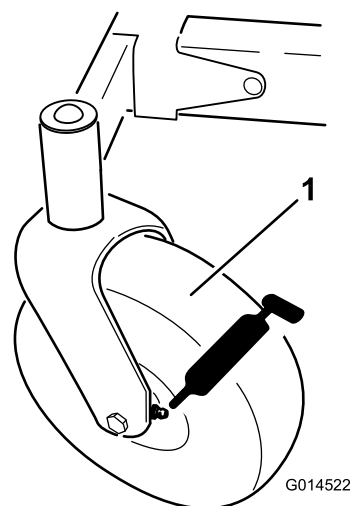
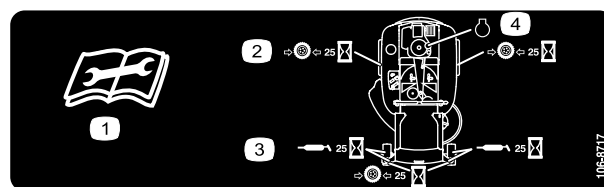

Figure 29
Figure 30
3. Nettoyez les graisseurs (Figure 29 et Figure 30) à l'aide d'un chiffon. Grattez la peinture qui pourrait se trouver sur le devant des graisseurs.
4. Raccordez une pompe à graisse à chaque graisseur (Figure 29 et Figure 30). Injectez de la graisse dans les graisseurs jusqu'à ce qu'elle commence à sortir des roulements.